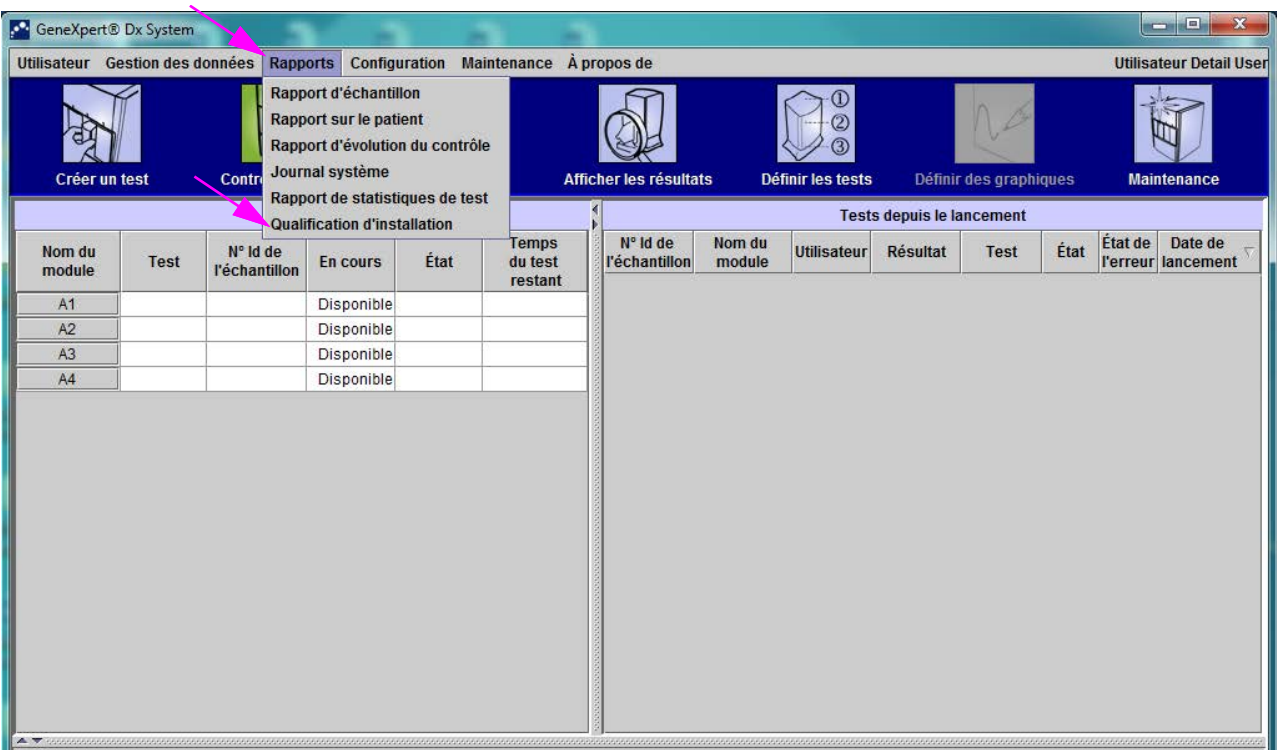

Figure 2-88. Fenêtre GeneXpert Dx System indiquant le menu déroulant Rapports et la sélection Qualification d'installation
1. Dans la fenêtre GeneXpert Dx System, cliquez sur **Qualification d'installation** dans le menu **Rapports**. Voir Figure 2-88.